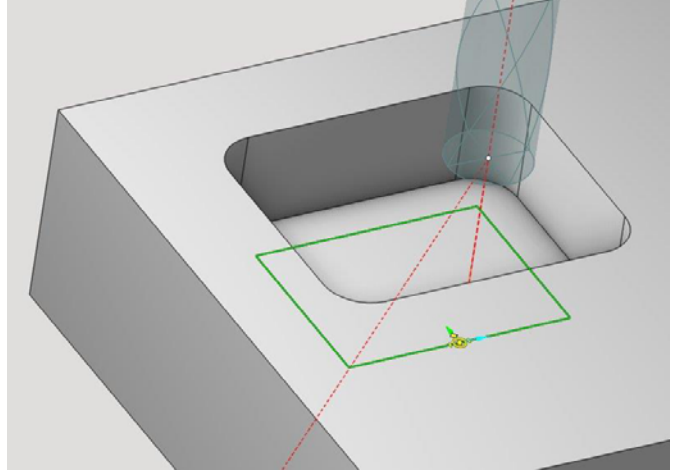

Рис. 5-26. Операция 2D контур для кармана.
- для внутреннего контура, проход только по дну кармана (рис. 5-26)